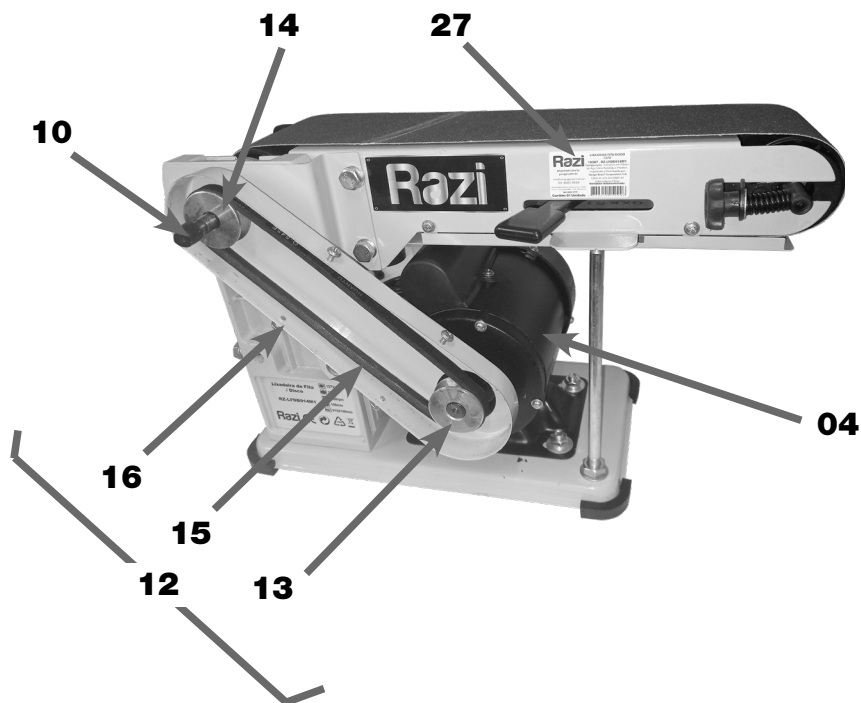
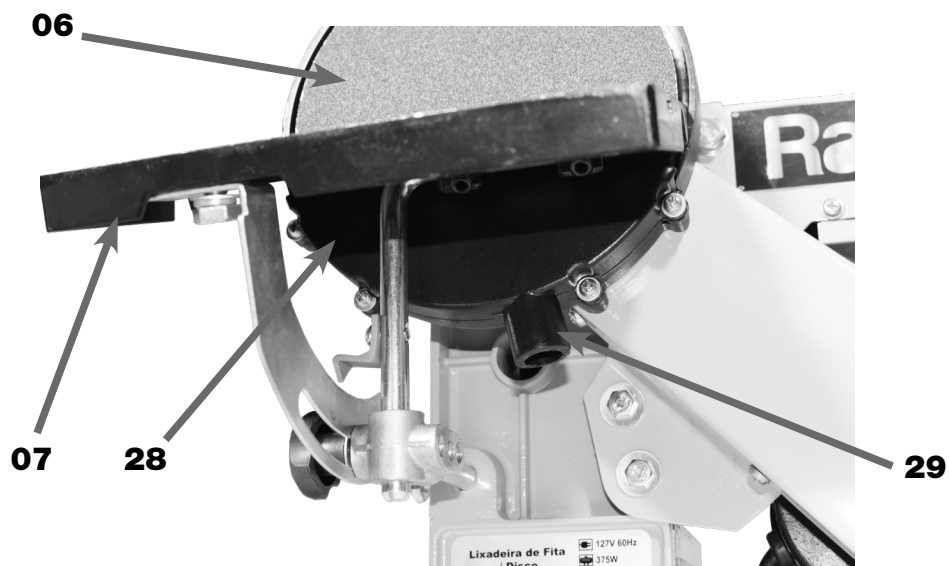

FIGURA 03 – Conjunto Transmissão
FIGURA 09 – Tubo de Saída para instalação do Coletor de Pó da Lixa de Disco
VERIFICAR se a tensão (Volts) da máquina é compatível da rede elétrica. Esta informação pode ser obtida tanto na Plaqueta de Especificação (26) (figura 08), como na Plaqueta de Identificação (27) (figura 03);
OBSERVAR a Plaqueta de Especificação (26) (figura 08) e a Plaqueta de Identificação (27) (figura 03). É muito importante que o operador esteja familiarizado com este aviso de advertência (VER figura 09);
NÃO DANIFICAR Plaqueta de Especificação (26) (figura 08) e a Plaqueta de Identificação (27) (figura 03) da máquina;
OBSERVAR a Plaqueta de Especificação (26) (figura 08) e a Plaqueta de Identificação (27) (figura 03);
A Transmissão (12) é composta pela Polia Motora (13), pela Polia Movida (14) e Correia (15), as quais estão alojadas na Caixa de Proteção (16) (figura 03).
O Eixo do Rolo Motor (17) está acoplado a Polia Movida (14) para transmitir movimento a Lixa de Fita (11) e ao Disco da Lixa (06) (figura 03).
A figura 03, idêntica a posição da Plaqueta de Identificação (27) do produto, a qual informa a tensão de alimentação da máquina (127 ou 220 V) e outros dados relevantes.
Para evitar poeira devido ao processo de lixamento no ambiente, a Lixadeira de Fita e Disco (01) possui 2 pontos para captação de pó. O primeiro está localizado abaixo da Proteção do Disco da Lixa (28) (figura 09), realizado pelo Coletor de Pó do Disco (30).